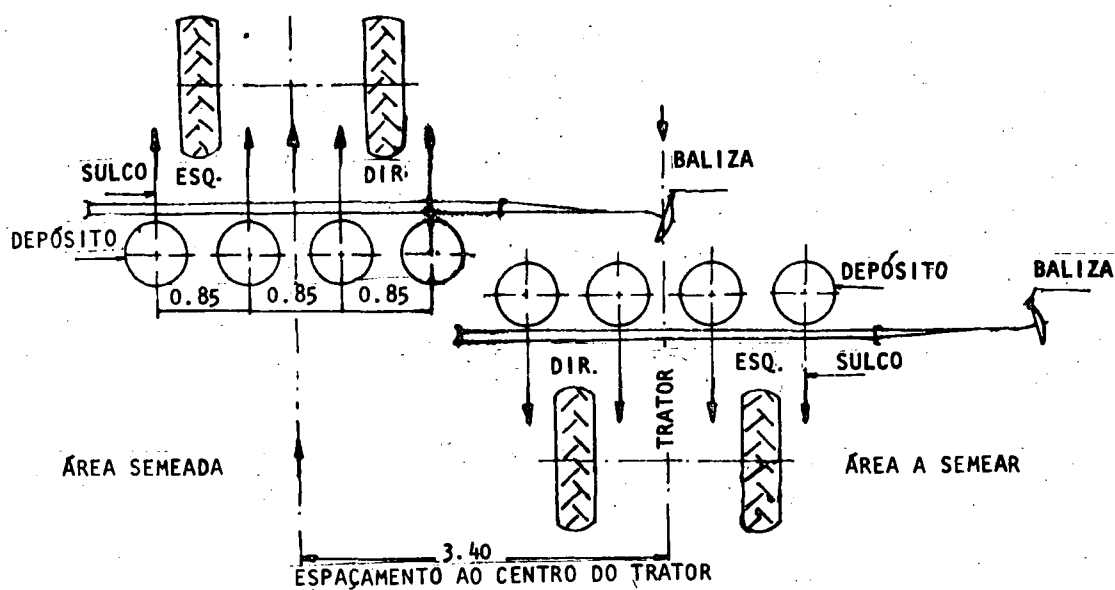

Fig. 7
- Deve ser igual a quatro vezes a distância entre sulcos (fig. 7), para se marcar o centro do trator.